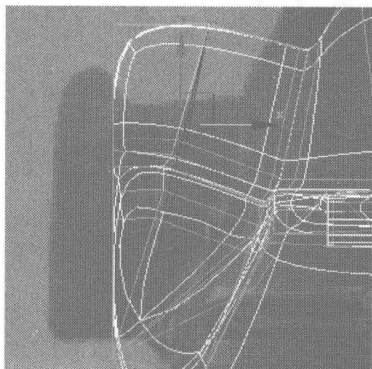
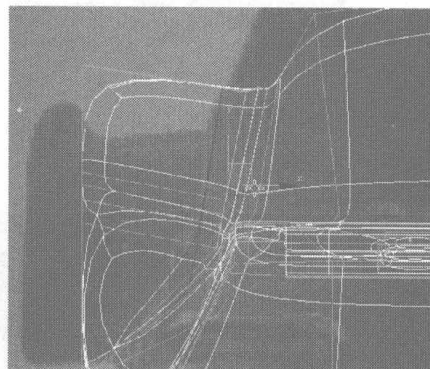
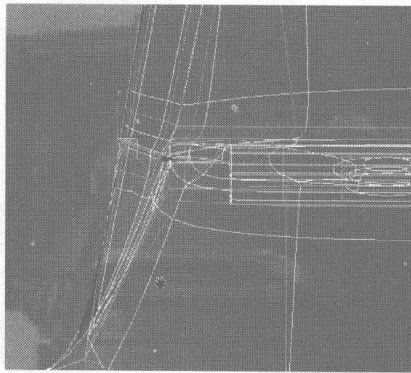

图 6.166
图 6.167
图 6.168
- 09** 选择如图 6.166 所示的边线, 在 Edit Geometry 卷展栏中单击  按钮, 使其成为 Z 平面, 并再调整该边线, 如图 6.167 所示; 再切换为面编辑, 沿 X 轴向右移动、旋转该面, 如图 6.168 所示。